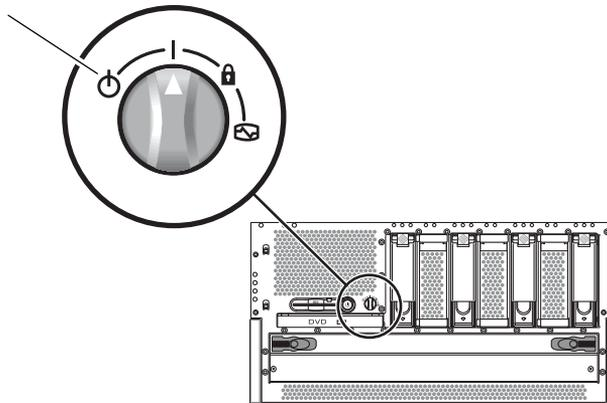

図 4-24 回転式スイッチのスタンバイ位置への設定
2. 回転式スイッチをスタンバイ位置に回します (図 4-24)。